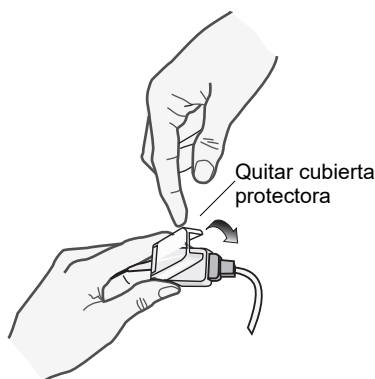

Figura 10-2 Bajar la cubierta de plástico sobre la conexión del cable
5. Vuelva a colocar la cubierta de plástico transparente sobre la conexión para protegerla (consulte la Figura 10-2).